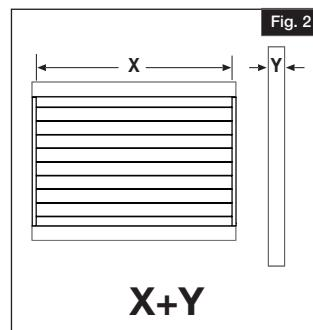

Fig. 2
Mida el ancho del panel de la valla (X) más el ancho del poste (Y). Esta es la medida normal de centro a centro (a menos que haya un panel recortado) para la ubicación de los hoyos de los postes (Fig. 2).